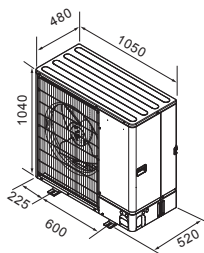

Fig. 2-3
2.3. Dimensiuni exterioare (Unitatea exterioară) (Fig. 2-3)